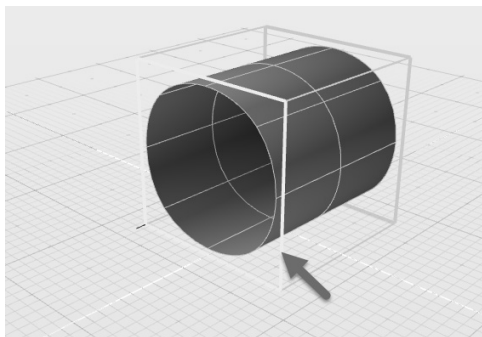

图 6-28 链选边线
- 2) 按住〈Shift〉键，点选图 6-28 所示的边线（即开放边线），可链选一圈边线。随后单击视图中的任意空白区域取消选择。